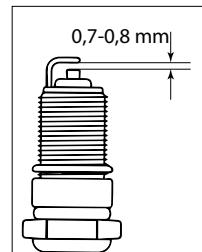

Fig. 27
7. Verificați mărimea interspațiului între electrodul de legare la pământ și electrodul central, utilizând un palpator special. La necesitate asigurați un interspațiu de 0,7–0,8 mm (Fig. 27).